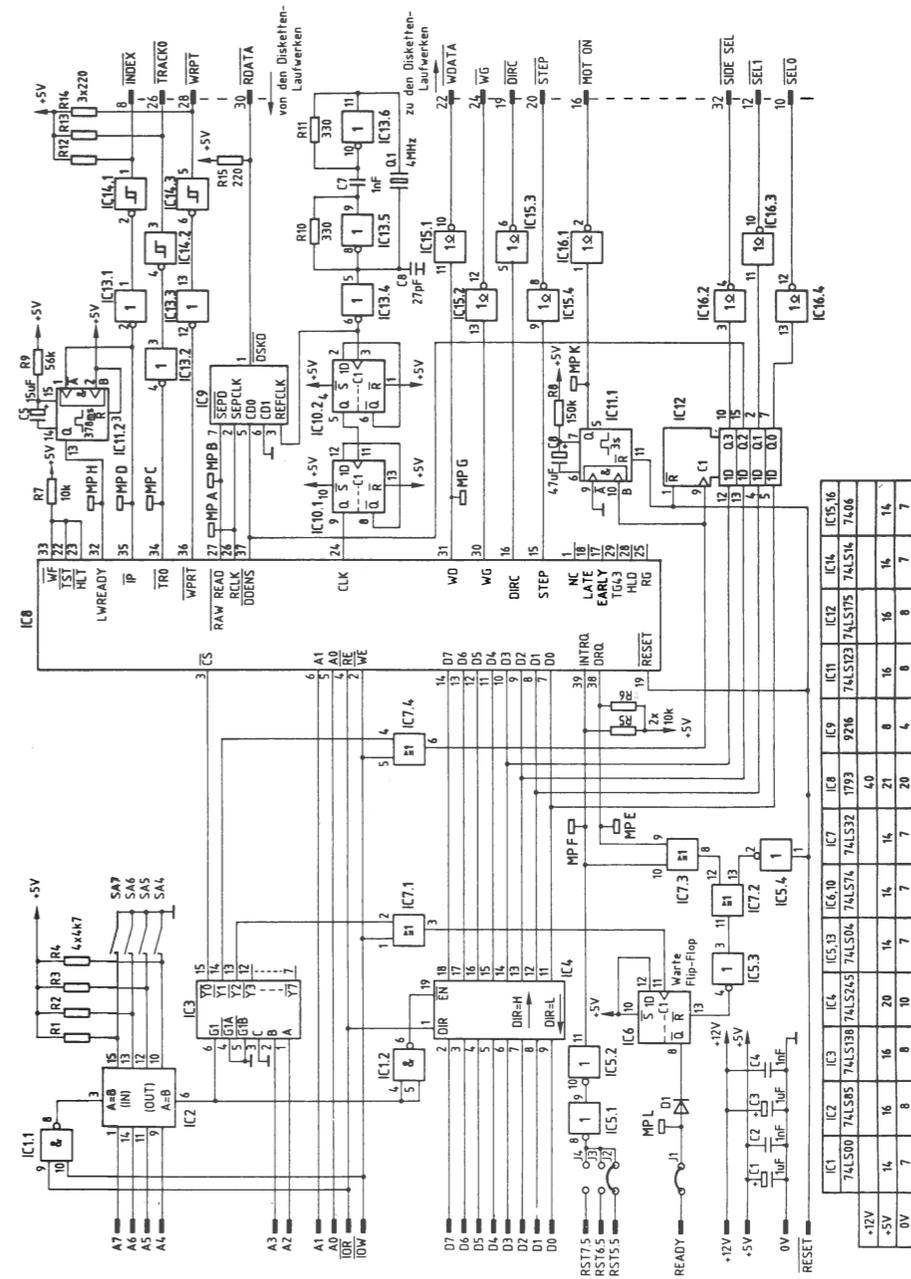
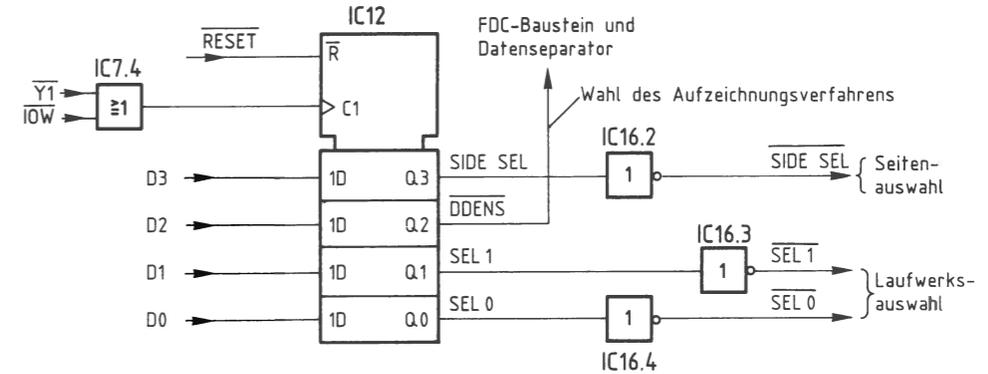
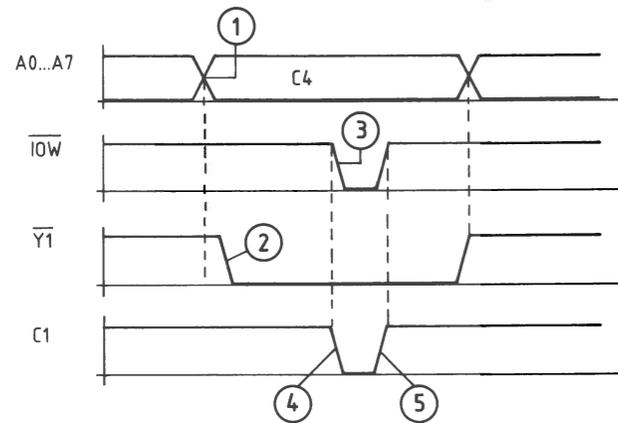

Bild 152: Der Stromlaufplan der FDC-Baugruppe.
Bild 161: Der Steuer-Port mit dem Baustein 74LS175 (IC12).
Bild 162: Die Erzeugung eines Takt-Impulses für den Steuerport-Eingang C1.
Die Ausgangspegel der einzelnen D-Flip-Flops können durch eine Ausgabe-Operation (OUT-Befehl) der CPU festgelegt werden; dies ist in Bild 162 gezeigt.
Erläuterungen zu Bild 162:
- ① Während einer Ausgabe-Operation OUT 0C4 wird über die Baugruppen- und Baustein-Auswahl (IC2 und IC3) ...
- ② der Ausgang $\overline{Y1}$ des 1-aus-8-Decoders (Bilder 156–159) auf L-Pegel geschaltet. Dieses Signal wird mit Hilfe des ODER-Gatters IC7.4 (siehe Bild 161) mit dem Steuersignal \overline{IOW} verknüpft,
- ③ das während der Ausführung des OUT-Befehls ebenfalls L-Pegel führt.
- ④ Somit entsteht am Ausgang des ODER-Gatters bzw. am Takt-Eingang C1 des 4fach-D-Flip-Flops ein negativer Impuls.
- ⑤ Mit der steigenden Flanke des Taktimpulses an C1 werden die logischen Pegel der vier Datenbits D0 bis D3 in die D-Flip-Flops übernommen und gespeichert.
Die drei Steuersignale SEL0, SEL1 und SIDE SEL werden invertiert und dann erst den Laufwerken zugeführt (siehe Bild 161 und auch Bild 152).
Da der Eingang A des 74LS123 auf der FDC-Baugruppe fest auf L-Pegel gelegt ist, läßt sich die monostabile Kippstufe mit einer ansteigenden Signalfanke am Eingang B anstoßen. Mit jeder Ausgabe eines Steuerwortes zum Steuer-Port (vgl. Bild 161) entsteht ein negativer Impuls am Takteingang des Steuer-Ports; vgl. Bild 162. Mit der ansteigenden Flanke dieses Impulses wird die monostabile Kippstufe angestoßen. Dadurch wird der Ausgang Q für eine bestimmte Zeit auf H-Pegel geschaltet. Diese Zeit wird durch die RC-Kombination R8/C6 bestimmt und läßt sich nach Herstellerangaben wie folgt berechnen: